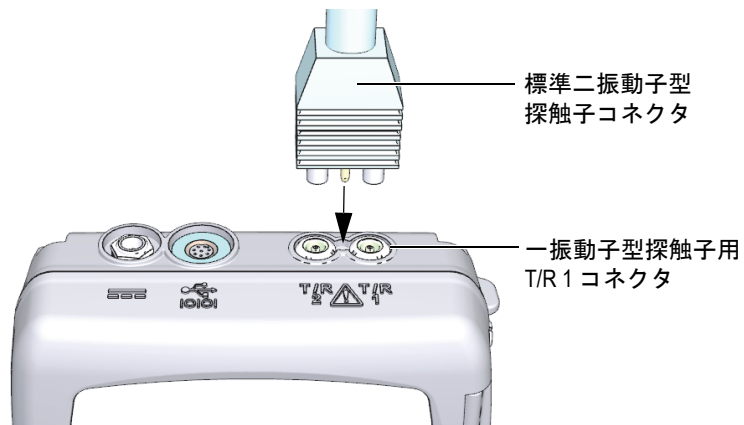

図 5-1 探触子の接続
1. 38DL PLUS ケースの上面の探触子コネクタに探触子を差し込みます（70 ページ 図 5-1 参照）。一振動子型探触子には、T/R 1 を使用します。